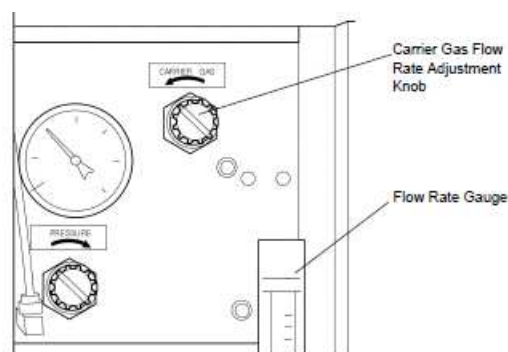

Figura 6.8 – Ajuste do fluxo da gás de arraste.
14. **Ajuste do fluxo do gás de arraste:** Nesta mesma região é possível visualizar a medida o fluxo do gás de arraste no medidor de fluxo, Figura 6.8. Este medidor também possui um botão de ajuste do fluxo do gás de arraste, que deve ser em torno de 130 mL.min⁻¹.